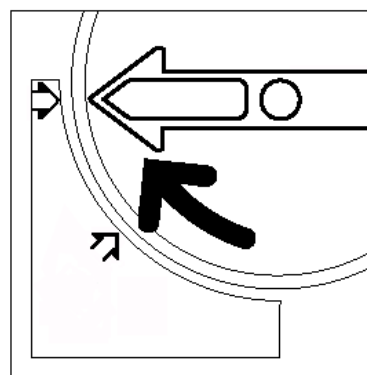

Figura 13: Girar e prender o cartucho
- 8** Gire o cartucho no sentido horário, até que o ponto no cartucho esteja alinhado com o ponto na copiadora/impressora e as setas no cartucho estejam na horizontal, conforme ilustrado na Figura 13